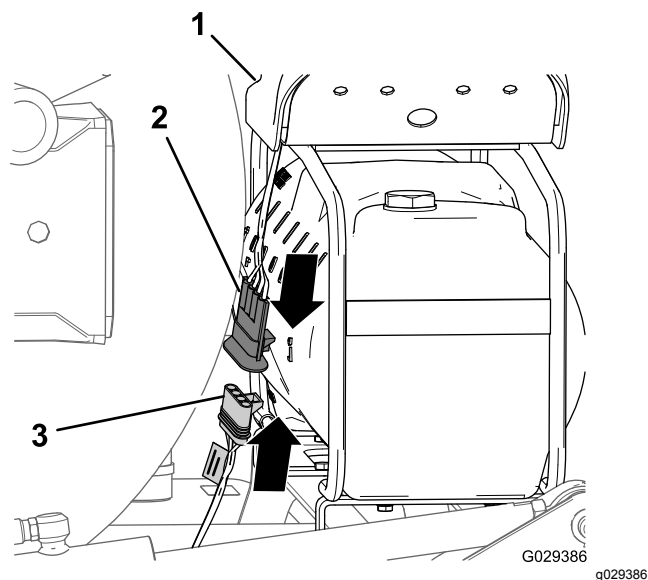

図 146
1. ワイヤハーネスの 236cm の枝線の端部についている4ソケットコネクタ仕上げキットを、コンプレッサから来ているハーネスの4ピンコネクタに接続する 図 146。
2. 4ソケットコネクタに4ピンコネクタを接続する 図 146。